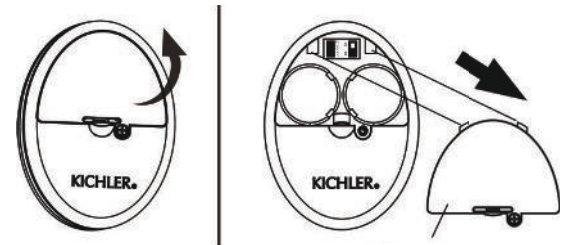

Fig. 25
**Étape 1.** À l'aide d'un tournevis, retirez le couvercle des piles du combiné et conservez la vis pour une utilisation ultérieure. (Fig. 25)